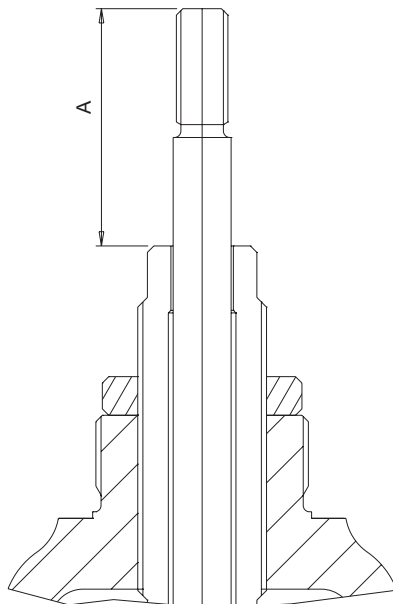

Figura 06
Anote a dimensão A, conforme **Figura 06**, esta informação será necessária para posicionar o parafuso de regulagem (24) quando da remontagem da válvula.